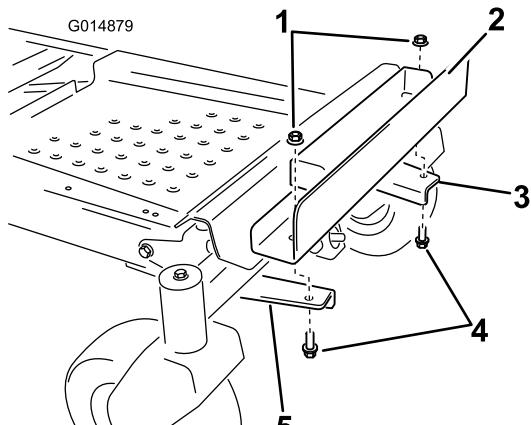

Figura 8
5. Instale la bandeja del peso en los soportes de montaje (Figura 8). Alinee los taladros interiores de la bandeja con los soportes de montaje instalados anteriormente. Asegúrese de que la bandeja esté centrada sobre el bastidor. Sujétela con dos pernos y dos contratuercas (3/8 pulgada).